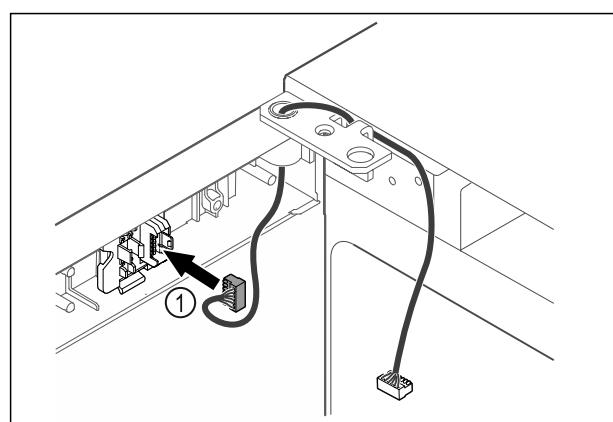

Fig. 54
► Stecker Fig. 54 (1) in Steckerhalterung einstecken.